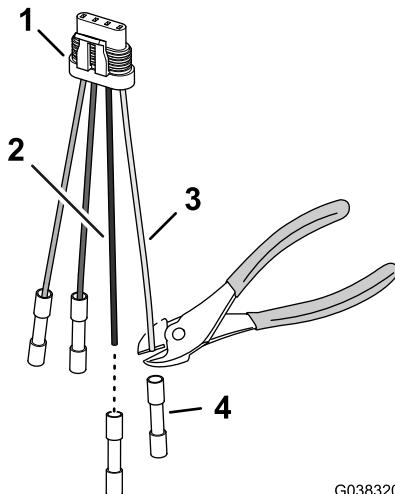

图37
1. 剪掉 4 针适配器粉色导线和黑色导线的对接接头 图 37。